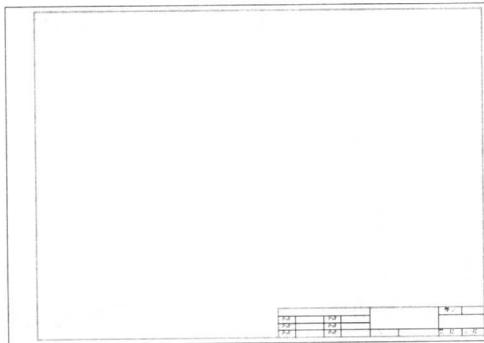

图 1-2
**【练习 1-3】** 绘制如图 1-2 所示的 A3 图框。
按照同样的方法输入其余的文字, 最终得到如图 1-2 所示的结果。